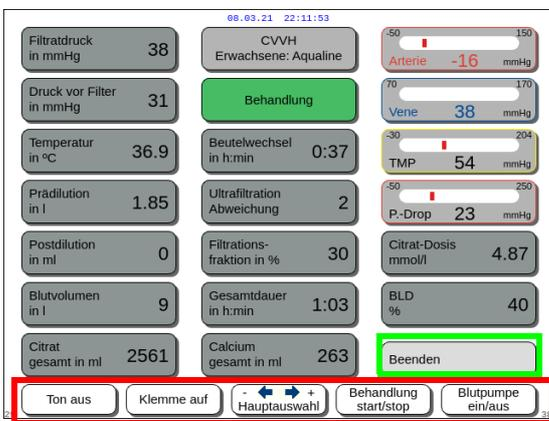

Abb. 171
- Taste *Beenden* (grüner Rahmen Abb. 171) zum Zurückkehren zum Hauptbildschirm.
- Alle Kontrolltasten (roter Rahmen Abb. 171): Taste *Ton aus*, Taste *Klemme auf*, *Hauptauswahltaste*, Taste *Behandlung*, Taste *Blutpumpe*.